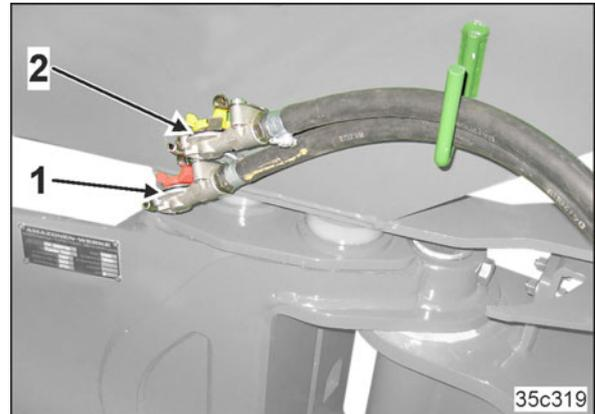

Fig. 32
- une conduite de réserve (Fig. 32/1) avec tête d'accouplement (rouge)
- une conduite de frein (Fig. 32/2) avec tête de raccordement (jaune).